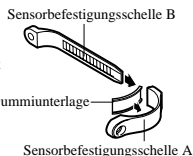
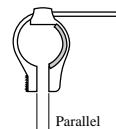

Abb.15
Abb.16
1. Band B in den Schlitz von Band A schieben und die Gummierlage entlang der Innenseite des Bandes A (Abb. 15) führen. Die Länge angleichen, damit die Schraubbefestigungsteile beim Montieren an der Gabel parallel zueinander liegen (Abb. 16). \*Um das Band B aus Band A herausziehen zu können, fest daran ziehen.